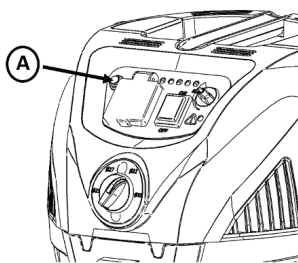

Fig. 19
La pulizia automatica del filtro può essere accesa e spenta con l'interruttore (A) presente sul quadro di comando rappresentato nella Fig. 19. Quando l'interruttore è acceso, la pulizia automatica del filtro è attiva.